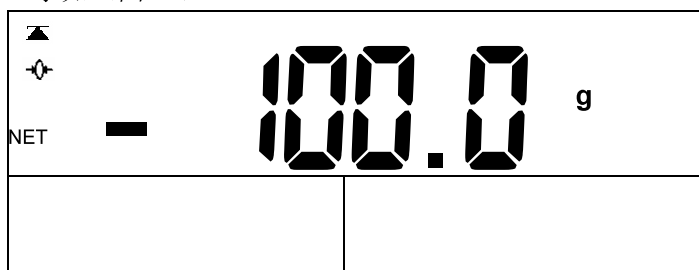

图 44
- b. 用数字键输入要预置的皮重（如 100g），按**扣重**键确认。显示如（图 44）。